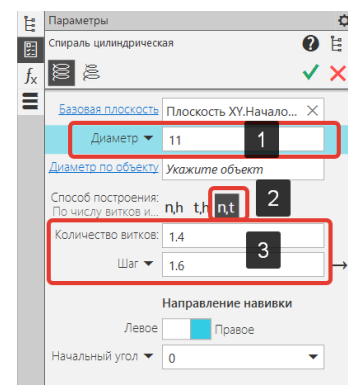

Рисунок 172 – Параметры спирали
- В окне параметры зададим характеристики спирали: диаметр – 11 мм. (1), способ построения – по числу витков и шагу (2), количество витков – 1,4, шаг – 1,6 (Рисунок 172);